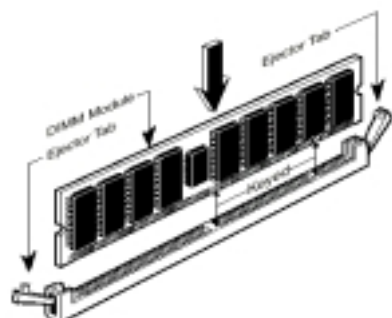

Abb. 2-6. Installation des Speichermoduls
- Schritt 5.** Setzen Sie das DIMM-Modul wie im Bild gezeigt in den Erweiterungssteckplatz. Achten Sie darauf, wie das Modul im Steckplatz sitzt. Schauen Sie sich Abb. 2-6 für Details an. **Dies stellt sicher, dass das DIMM-Modul nur auf eine Weise in den Steckplatz eingesetzt werden kann.** Drücken Sie das DIMM-Modul fest in den DIMM-Steckplatz, bis es komplett und fest darin sitzt.